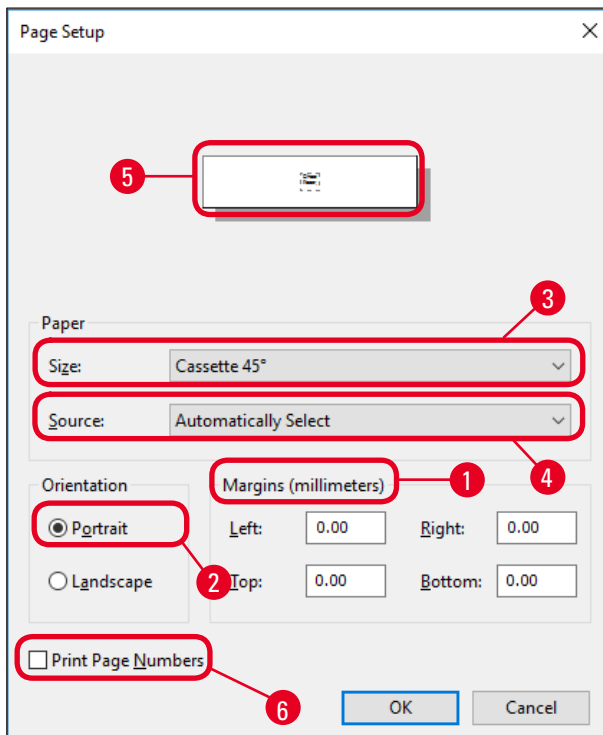

図 46
3. まず、ページ設定を選択します。**File > Page Setup** をクリックすると、**Page Setup** ダイアログボックスが開きます (→ "図 46")。